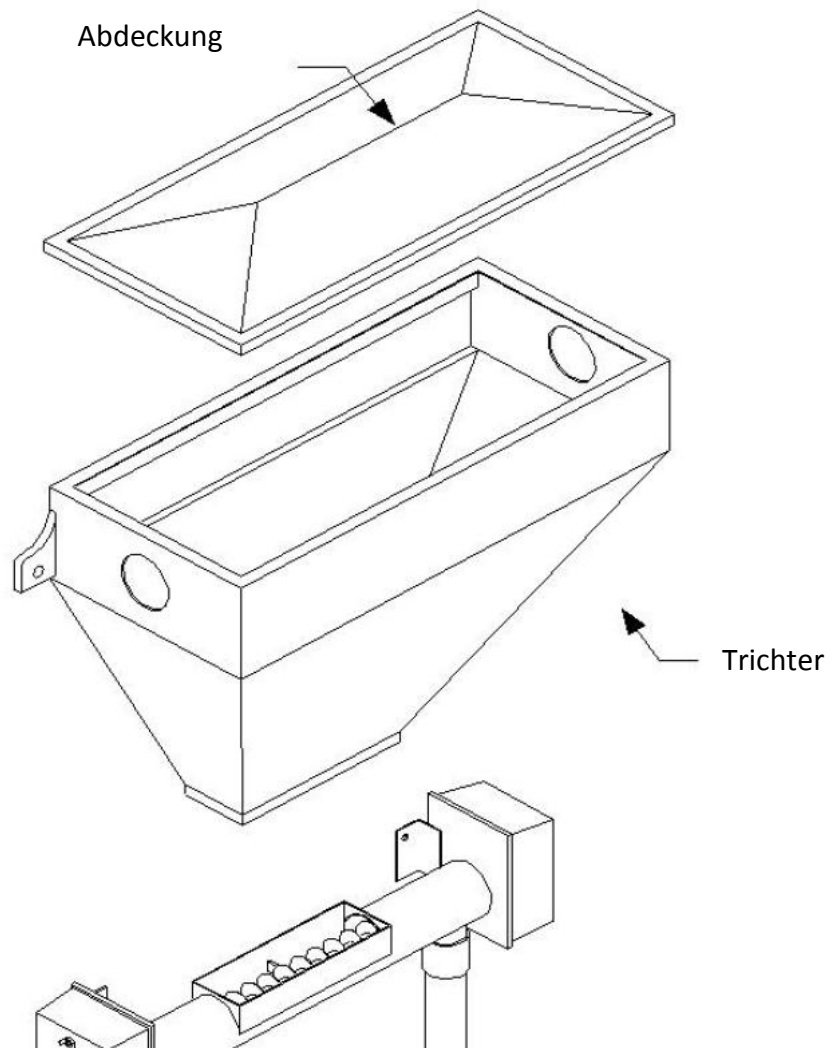

Abbildung 5 - Montage des Futterautomaten
20. Platzieren Sie Gummimanschetten am Futterautomaten, bringen Sie die Futterrutschen in Position, reißen Sie Bohrungen an und bohren Sie diese und befestigen Sie die Futterrutschen mit Schwellenschrauben M10 × 50 mm wie gezeigt in **Abbildung 5 - Montage des Futterautomaten**. Zwei Halterungen sollten für jedes Fallrohr verwendet werden.